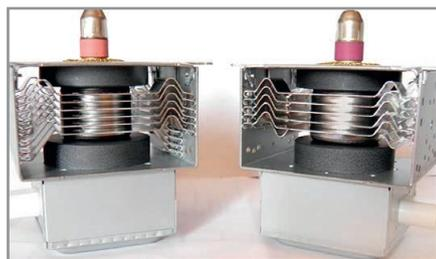

Рис. 3. Внешний вид магнетронов Samsung OM75S
Для синхронизации магнетронов была выбрана схема [3] со стабилизирующим резонатором в виде отрезка волновода с высшим типом колебаний, представляющим собой отрезок прямоугольного волновода, закороченный с торцов (см. рис. 2). В этом стабилизирующем резонаторе основным типом колебаний можно считать волну типа H_{104} , которая образуется при резонансе. Для селекции данного типа колебаний в резонаторе между широкими стенками через равные промежутки установлены три закорачивающие селекционных вставки (4) в виде штырей. Коаксиальные выводы магнетронов вводятся в полость резонатора со стороны широкой нижней стенки (см. рис. 2). Для возбуждения резонатора используются четыре магнетрона Samsung OM75S (см. рис. 3)